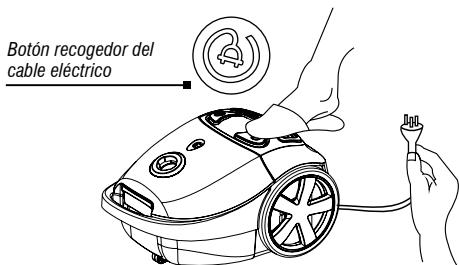

Fig. 7 – Liberación del cable eléctrico
- Presione suavemente el botón de desenrollado del cable eléctrico, de acuerdo a como se muestra en la Fig. 7.